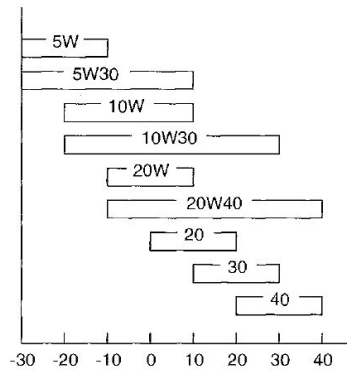

Abb. 10: Motoröl in Abhängigkeit von der Temperatur
Schritt 1: Den Kraftstoffhahn öffnen, Stellung „O“ (s. Abb.10 A).